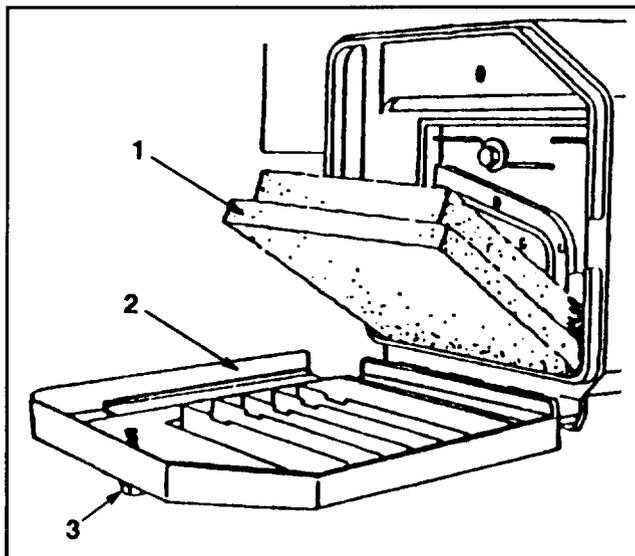

Figure 15
2. Dévisser le bouton de fixation jusqu'à ce que le couvercle puisse être retiré. Nettoyer le couvercle soigneusement (fig. 15).
3. Si l'élément en mousse est encrassé, le retirer du boîtier de filtre à air (fig. 15) et le nettoyer soigneusement.